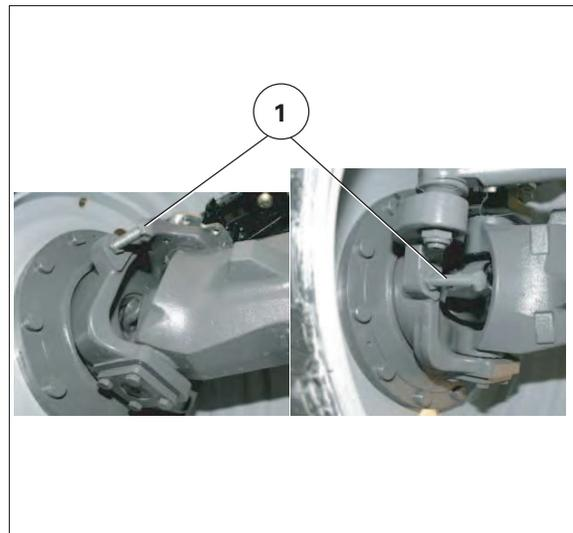

Fig. 2.
**NOTA:** En el caso de anchos de vía estrechos y con ciertos tipos de neumáticos, puede producirse contacto entre éstos y la carrocería cuando se giran las ruedas en posición máxima. Para evitar este contacto, los cubos llevan topes atornillados (1) fig. 2 que permiten limitar el ángulo de giro.